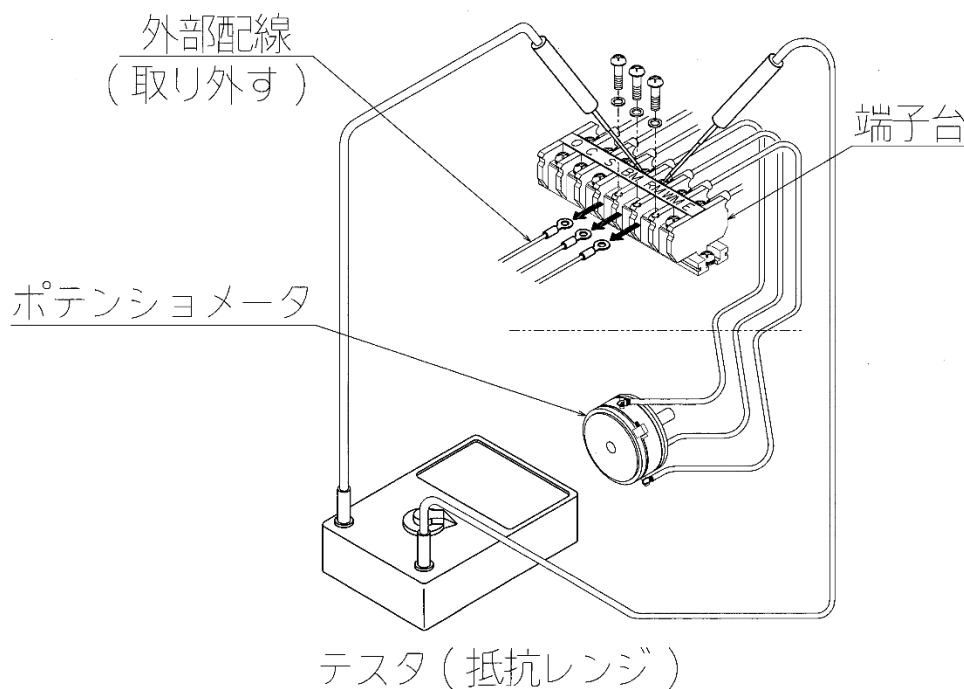

図8：ポテンシオメータの点検
(1) ポテンショメータの点検方法（図 8 参照）
- ①コントロールモータを電動動作で全閉位置とし電源を遮断します。
- ②端子箱カバーを外し、端子 BM, RM, WM に接続されている外部配線を解線します。
- ③ポテンシオメータのWM端子に（－）、BM端子に（＋）とし、DC 5 Vを印加してください。